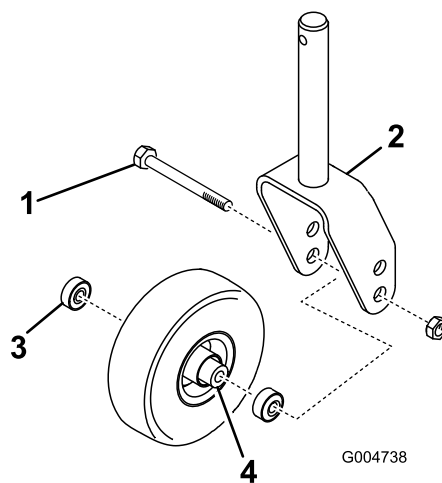

Bild 97
1. Entfernen Sie die Sicherungsmutter von der Schraube, mit der das Laufrad zwischen der Laufradgabel oder am Laufradgelenkarm (Bild 97) befestigt ist.
2. Halten Sie das Laufrad fest und schieben die Schraube aus der Gabel oder vom Gelenkarm ab (Bild 97).
3. Entfernen Sie das Lager aus der Radnabe und lassen das Lagerdistanzstück herausfallen (Bild 97).
4. Entfernen Sie das Lager aus der gegenüberliegenden Seite der Radnabe (Bild 97).